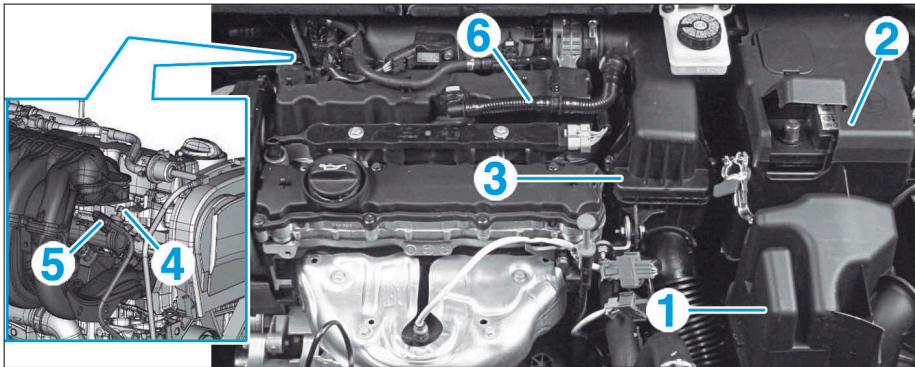

FIG. 16
- le résonateur d'air (1) (Fig.16),
- Mettre en place l'outil [1] sur la valve (4) et recueillir le carburant dans un récipient (Fig.16).